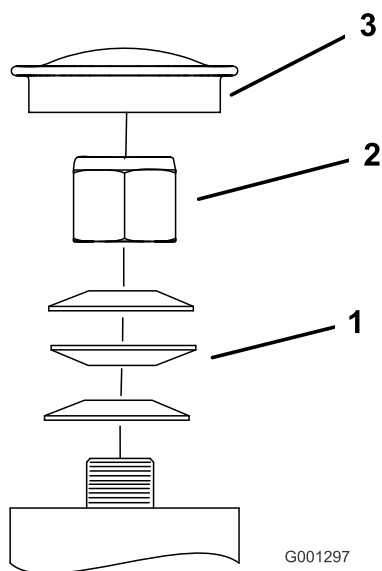

Figura 59
3. Retire o tampão antipoeira da roda e aperte a porca de bloqueio (Figura 59).
4. Aperte a porca de bloqueio até que as anilhas de mola estejam planas e, em seguida, recue 1/4 de volta para aplicar devidamente a pré-carga nos rolamentos (Figura 59).
Importante: Certifique-se de que as anilhas de mola estão corretamente montadas como se mostra na Figura 59.
5. Instale o tampão antipoeira (Figura 59).